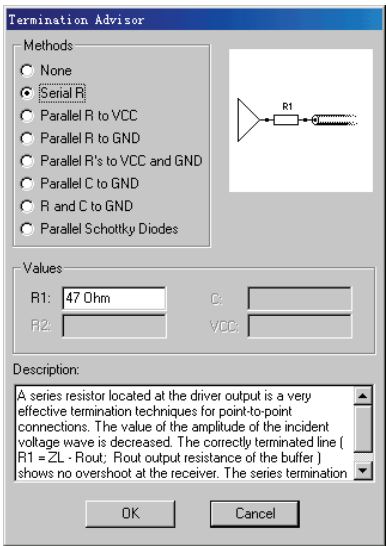

图 7-31 “Termination Advisor”对话框
1) “Termination Advisor”（终止建议）：执行该命令后，系统将弹出如图 7-31 所示的“Termination Advisor”对话框，通过该对话框可定义终止条件，也可以单击按钮激活该命令。默认情况下，没有终止条件。该选项对反射或串扰分析有效，对“Screening”模式无效。